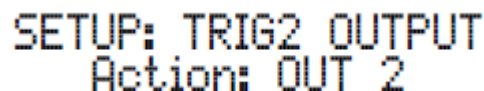

Рисунок 26
13.Поворачивайте регулятор VOLUME до тех пор, пока не будет отображена индикация “SETUP: TRIG1 2OUTPUT, Action: OUT 2”. Смотрите рисунок 26.